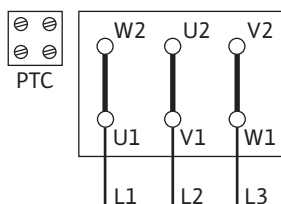

Fig. 10: Paleidimas žvaigžde-trikampiu (Y-Δ)
- Maitinimo įtampa priklauso nuo variklio galios P2, tinklo įtampos ir įjungimo būdo. Sujungimo tiltelių gnybtų dėžutėje jungimo schema pateikta tolesnėje lentelėje bei Fig. 10, 11 ir 12.